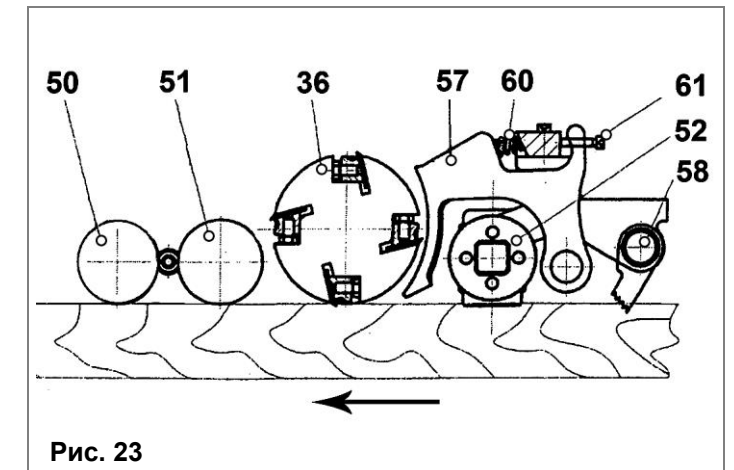

Рис. 23
10.8.1. Стружколом (57) (Рис. 23) отрегулирован на заводе-изготовителе. В зависимости от материала заготовки и глубины строгания предусмотрена регулировка стружколома (57) болтом (61).
10.8.2. При подаче заготовки (Рис. 23) ролики (50, 51, 52) продвигают ее по стрелке, а рабочий вал (36) вращается навстречу подачи. Антиотбрасыватель (58) (Рис. 23) предотвращает выброс заготовки назад во время подачи.